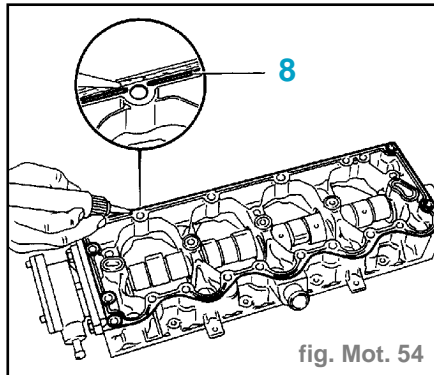

fig. Mot. 54
- Déposer un cordon de pâte à joint silicone catégorie 1 entre la rainure (**8**) et le bord extérieur du porte-arbre à cames (fig. Mot. 54).